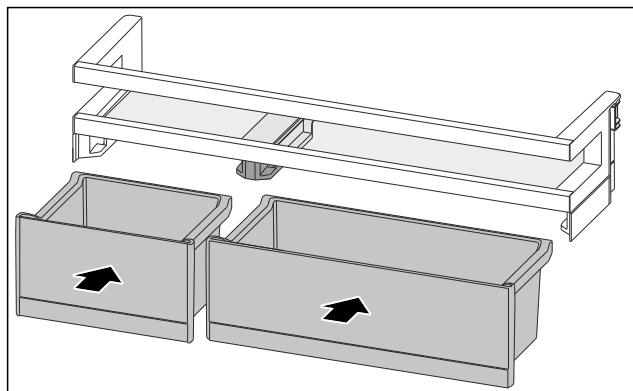

Fig. 136
- ▶ Vstavite bokse VarioBox v obratnem vrstnem redu. (glejte Fig. 136)